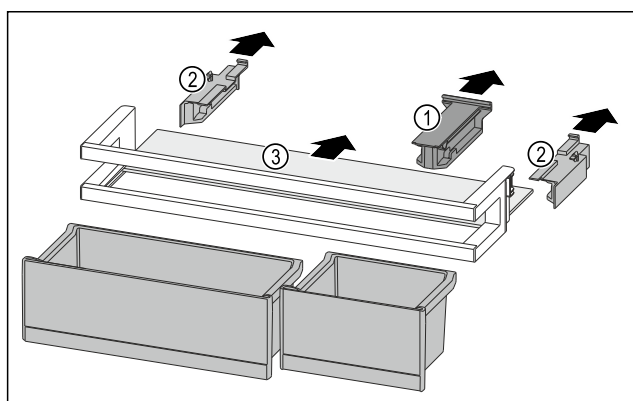

Fig. 115
- Estrarre l'elemento di tenuta Fig. 115 (1).
- Togliere gli elementi laterali Fig. 115 (2).
- Rimuovere il ripiano Fig. 115 (3).